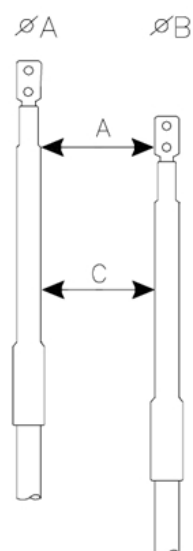

Figura 4
- Distancia entre Fases a diferente altura. Figura 4.